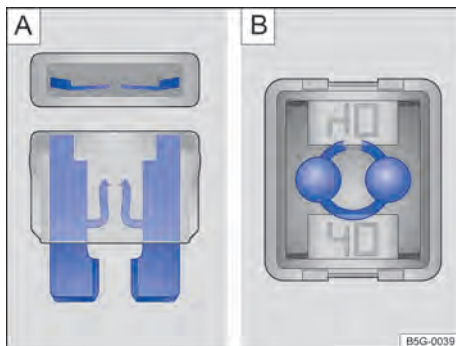

Fig. 197 Fusível queimado: **A** fusível plano, **B** fusível de bloqueio.
- Um *fusível plano* (ATO®, MINI®) queimado é reconhecido de cima ou de lado pela carcaça transparente nas faixas metálicas derretidas → Fig. 197 [A].
- Um *fusível de bloqueio* (JCASE®) queimado é reconhecido pelas faixas metálicas derretidas por cima da carcaça transparente → Fig. 197 [B].